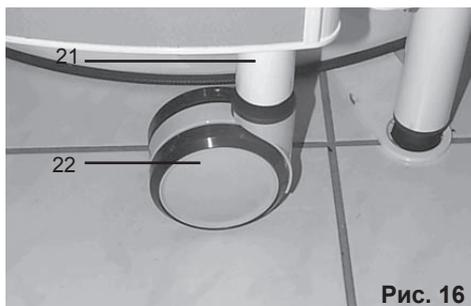

Рис. 16
Внимание: Стяжные болты (21) для поворотного колеса, а также верхние и нижние подшипники (23) и (28) уже установлены на дверь (Рис. 16 – 18).
Теперь прикрутите поворотное колесо (22) на стяжной болт (21) (Рис. 16).